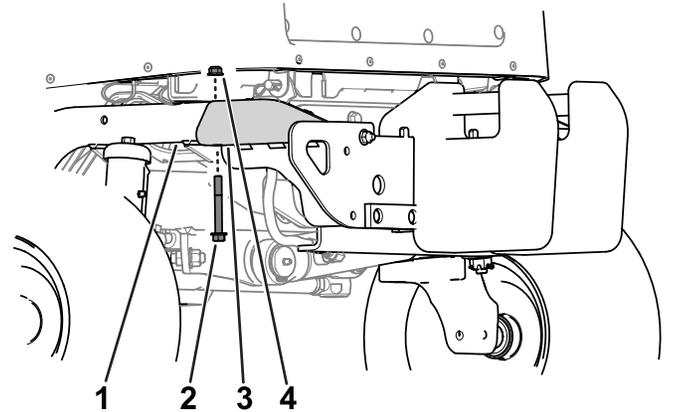

Bild 15
- Entfernen Sie die Bundkopfschraube (3/8" x 3") und die Bundmutter (3/8"), mit der die Stoßstange auf jeder Seite am hinteren Rohrrahmen befestigt ist (Bild 15).